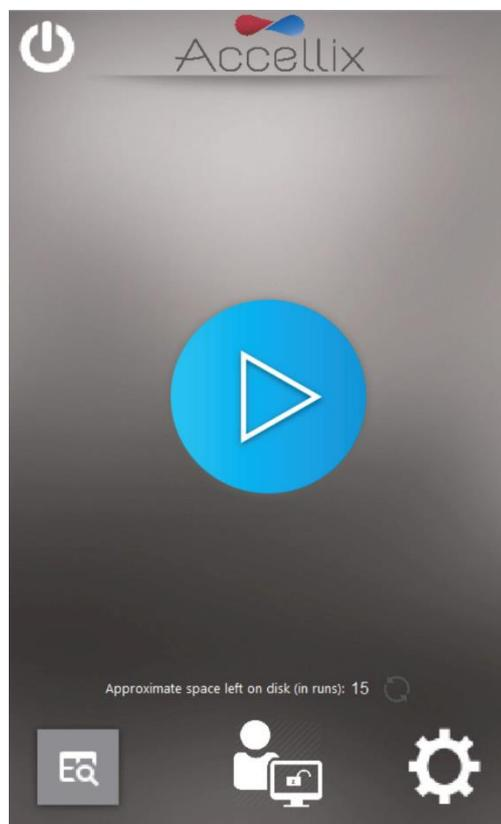

Figure 16 : écran Accueil
2. Vérifiez que l'initialisation du système s'est déroulée correctement et que l'écran **Home** (Accueil) (Figure 16) ou l'écran User Login (Connexion de l'utilisateur) (Figure 5, si les connexions sont activées) apparaît sur l'affichage de l'instrument.
**Remarque :** l'espace libre disponible sur le disque dur interne de l'instrument s'affiche en fonction du nombre total de tests pouvant être réalisés. Appuyez sur l'icône Refresh (Actualiser) (🔄) au bas de l'affichage pour actualiser ce nombre après une suppression manuelle de fichiers (Figure 16).
1. Appuyez sur l'icône **Administrator** (Administrateur)  en bas au centre de l'écran **Home** (Accueil) (Figure 16).